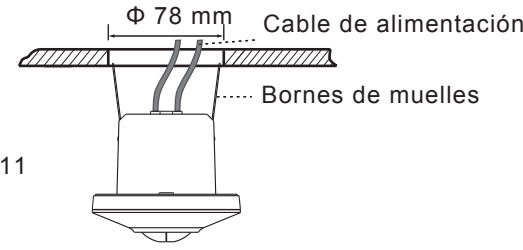

FIG. 11
- 3.4.2.4 Cierre los dos bornes de muelles del detector e insértelo en el orificio taladrado en el techo (ver FIG. 11).